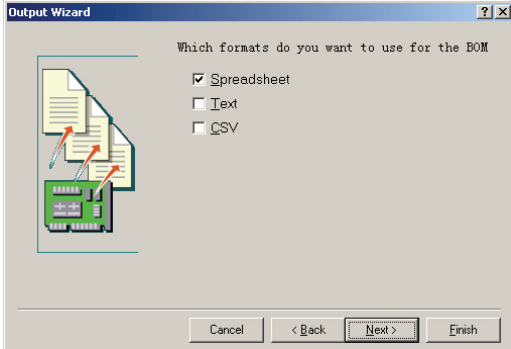

图 6-111 文件格式选择对话框
7) 系统将弹出如图 6-111 所示的文件格式选择对话框。可以选择 BOM 报表的格式，Spreadsheet 为展开的表格式；Text 为文本格式；CSV 为字符串形式。